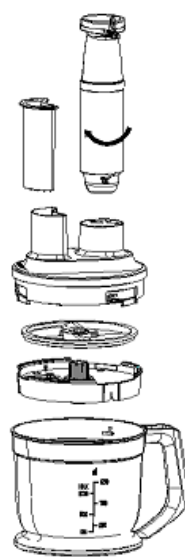

Рис.7
- Установите диск с ножом (14) для нарезки кубиками на насадку.
- Порядок установки насадок показан на Рис.7.